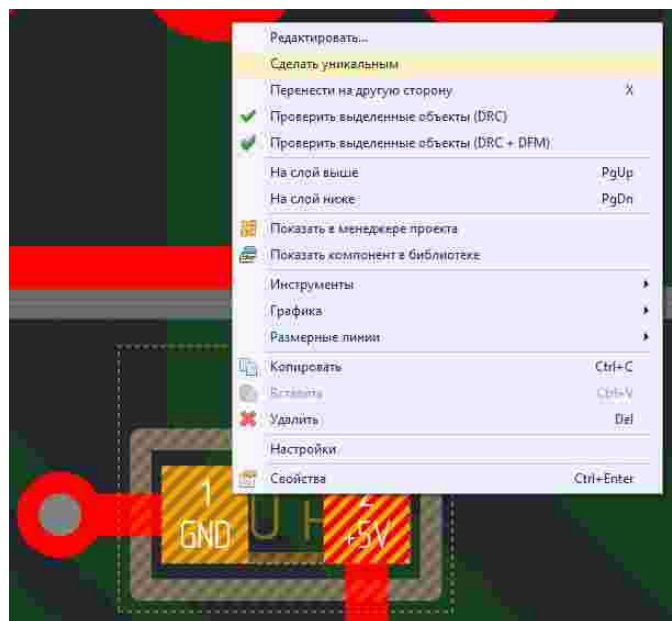

Рис. 110 Отметить посадочное место как уникальное
2. Воспользоваться пунктом «Сделать уникальным» из контекстного меню, см. Рис. 110.